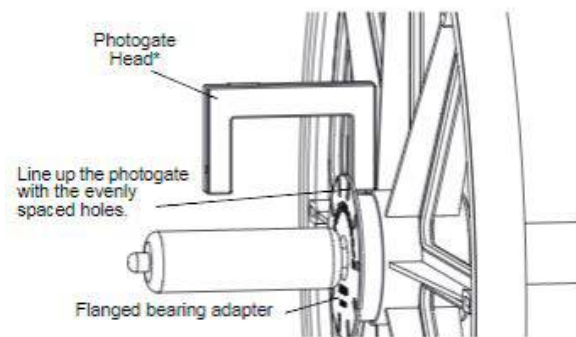

Figura 17: Conexión del Photogate entre la brida y la rueda.
- Nota: Los nueve orificios y una muesca en el borde del adaptador de rodamiento con bridas están espaciados de manera uniforme y hay suficiente espacio para insertar un cabezal Photogate entre la brida y la rueda. Conectar el cabezal Photogate a un temporizador inteligente o una interfaz PASCO para cronometrar el movimiento del giroscopio (consultar la figura 17).